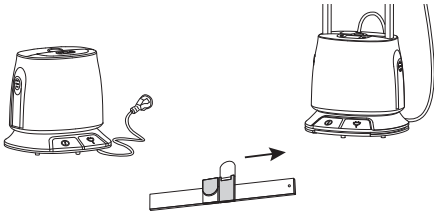
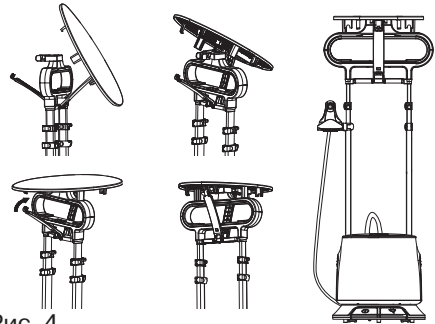

Рис. 1
Рис. 4
- Установите корпус отпаривателя (8) на твердую устойчивую поверхность и соберите телескопическую стойку (6) и плечики (1) (рис. 1, 2, 3). Установите гладильную доску (рис. 4). Установите паровой утюг (4) на подставку, установленную на телескопической стойке (6).